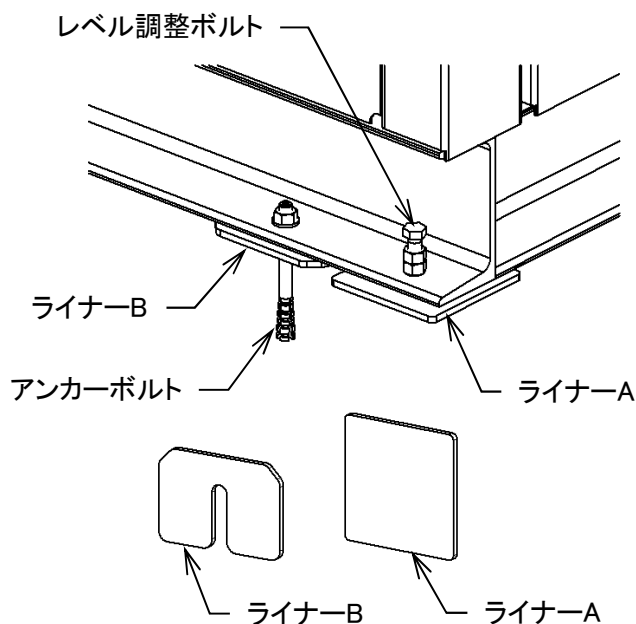

図4-3
- 1) 機械据付ベッドチャンネルに捻じ込まれた前後6箇所のボルト(M12)の下、及びアンカー施工4箇所の下に付属の鉄板製ライナーA,Bを敷き、機械をその上に据付けます。(図4-3)